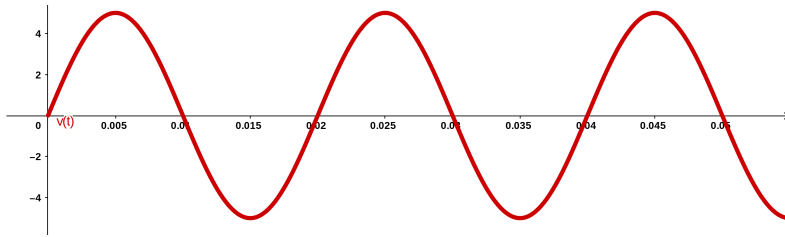

Figura 4.3: Corriente alterna senoidal
- En la **figura 4.3**, la tensión es alterna, y tiene una forma de onda senoidal.